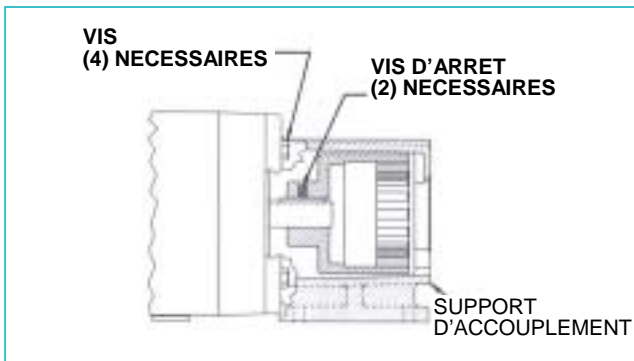

FIGURE 14
- Il doit être possible d'inspecter les aimants externes depuis l'extrémité du support. S'il est nécessaire de démonter, commencez par retirer les (4) vis (Voir Figure 14) et séparer le support du moteur ou boîtier de roulement. Dévissez la vis d'arrêt sur le moteur (ou boîtier de roulement) arbre et sortez l'aimant externe. Si l'unité comporte un boîtier de roulement, les roulements ne nécessitent pas d'entretien puisqu'ils sont scellés. Si nécessaire, démontez en retirant l'unique anneau de retenue interne (Voir Figure 8) puis faites sortir l'arbre et les roulements du logement. Retirez les anneaux de retenue externes de l'arbre pour retirer les roulements.